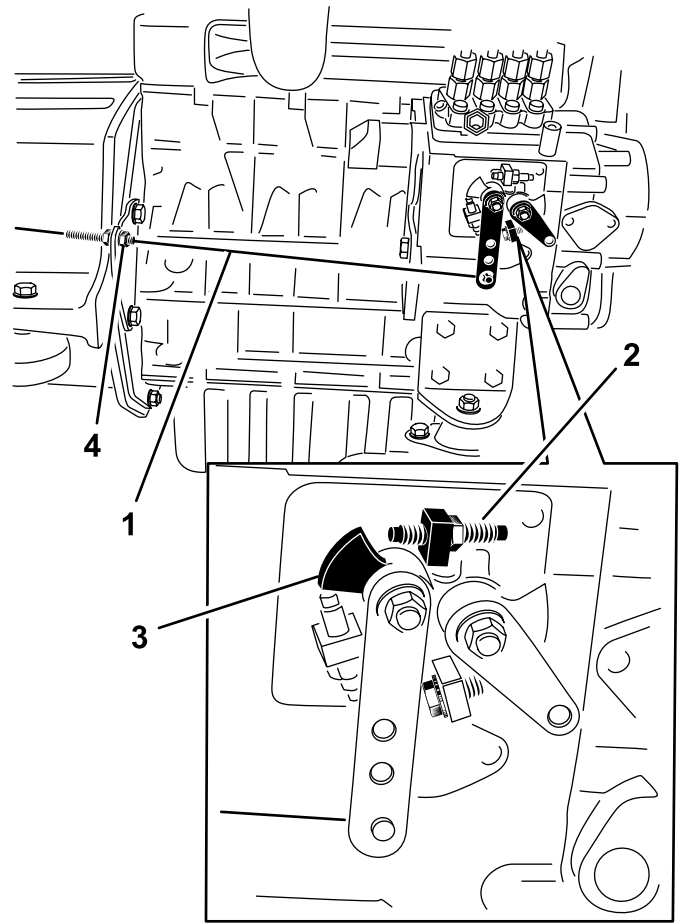

图 33
- 检查燃油喷射泵上速度控制杆的位置。当油门控制杆位于快速卡槽位置时速度控制杆应与高速螺丝接触图 33。
- 如果必要请调节油门控制拉索上锁紧螺母的位置直到当油门控制杆位于快速卡槽位置时速度控制杆应与高速螺丝接触图 33。